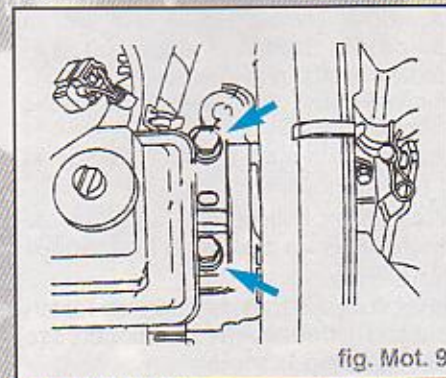

fig. Mot. 9
- Dévisser la fixation côté moteur du support de moteur par le haut (fig. Mot. 9).